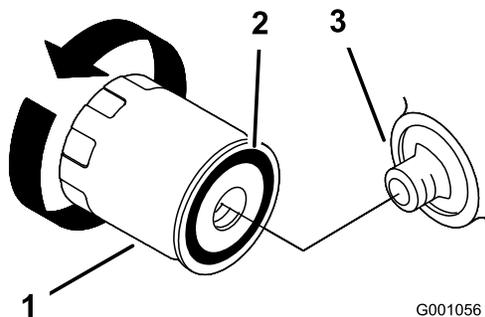

図 20
2. オイル・フィルタを外し、フィルタのアダプタ・ガスケットの表面をきれいに拭く (図 20)。
3. 新しいフィルタのガスケットにオイルを薄く塗る (図 20)。
4. アダプタにフィルタを取り付け、ガスケットがアダプタに当たるまでフィルタを右に回し、そこから更に 2/3~1 回転増し締めする (図 20)。